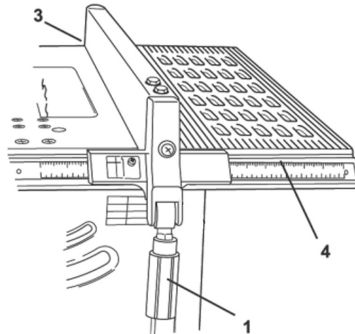

Fig. 5 – Instalação e fixação da guia de corte
- Para colocar a guia de corte na mesa da máquina, levante o punho (1) e encaixe primeiro o engate da parte traseira (3) e depois a parte do punho (1). Utilize o visor e a escala da máquina (4) para encontrar a largura do corte desejada. Para travar a guia, movimento o punho (1) para baixo conforme a fig. 5 e para liberar, movimento o punho (1) para cima.